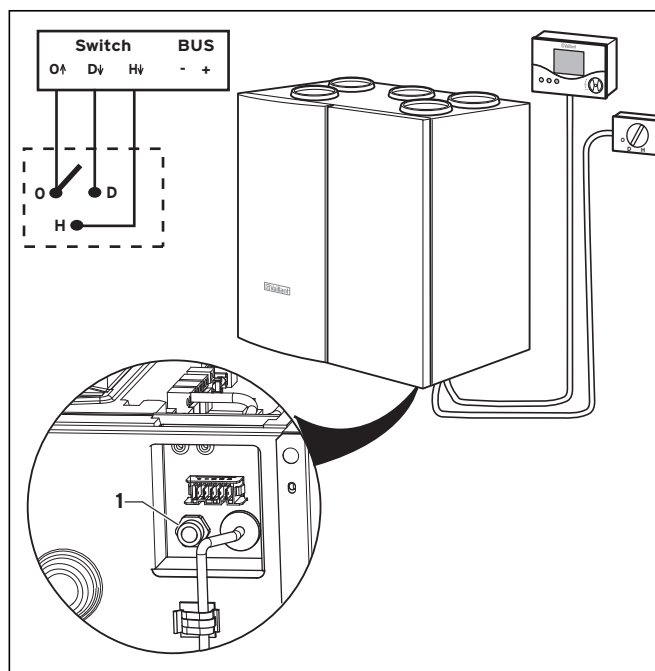

Fig. 4.15 Elektrisk tilslutning af 3-trinsafbryder
- Før kablet gennem trækafastningen (se fig. 4.15), og skru den fast.